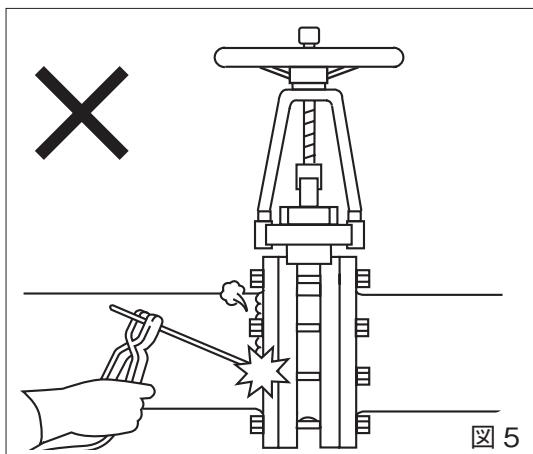

図5
- ! ■法兰ジ溶接時の注意：配管法兰ジを溶接する場合、バルブの取り付けは、法兰ジの温度が十分に下がってからにしてください。（素手でさわれる程度）。また、バルブを取り付けたままの法兰ジ溶接、溶接補修は絶対に行わないでください。（図5）